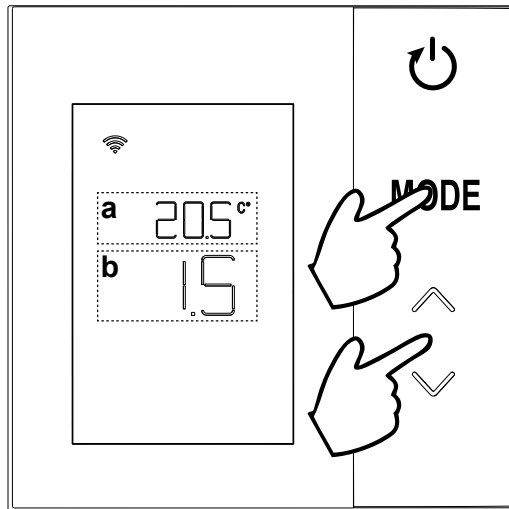

fig. 30
1. valoarea corecției (**b** „fig. 30”), care poate fi modificată cu tastele  ;
2. Temperatura măsurată (**a** „fig. 30”) căreia i se aplică corecția “b” setată.